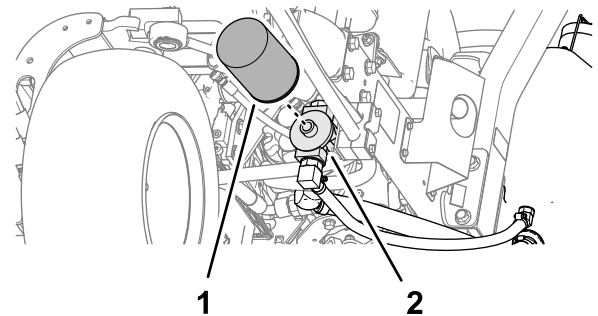

Figure 92
2. Nettoyez la zone autour de la surface de montage du filtre. Placez un bac de vidange sous le filtre (Figure 92) et enlevez le filtre.